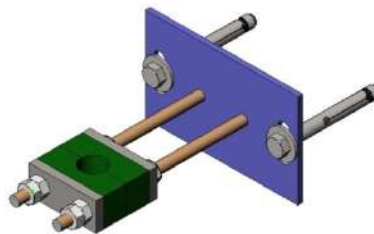

fig. 9
- Un support-guide de tige est recommandé (fig. 9) tous les 1,5m.